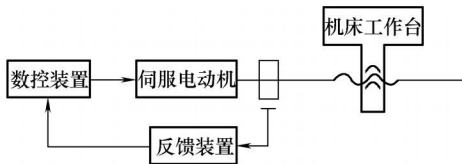

图 1-1-6 半闭环控制系统框图
(2) 半闭环控制系统的数控铣床 半闭环控制系统的数控铣床在伺服机构中装有角位移检测装置，通过检测伺服机构的滚珠丝杠转角间接测量移动部件的位移，然后反馈到数控装置中，与输入原指令位移值进行比较，用比较后的差值进行控制，以弥补移动部件位移，直至差值消除为止。由于丝杠螺母机构不包括在闭环之内，所以丝杠螺母机构的误差仍然会影响移动部件的位移精度，如图 1-1-6 所示为半闭环控制系统框图。